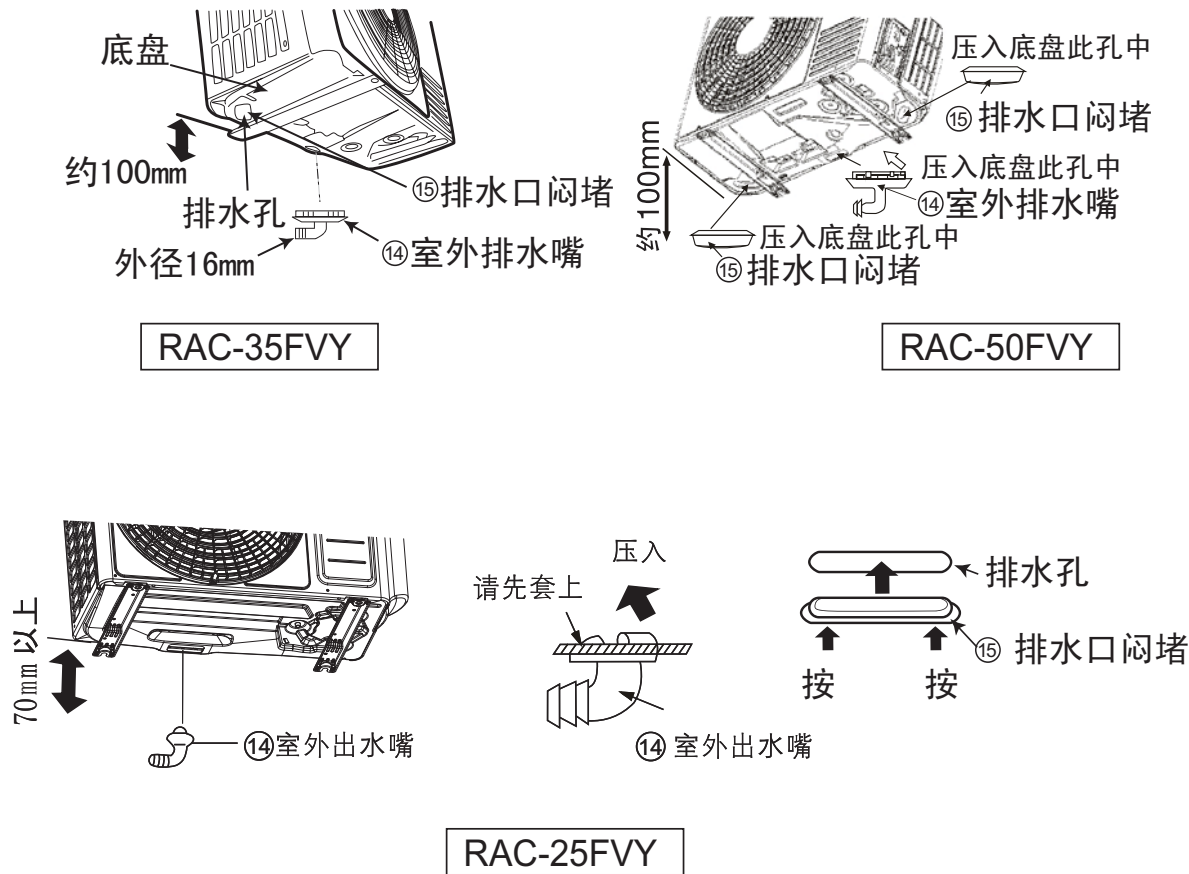

图 28
- 2 请将机体在安装后，按图28所示将附件 ⑭ 室外出水嘴安装在出水孔中。